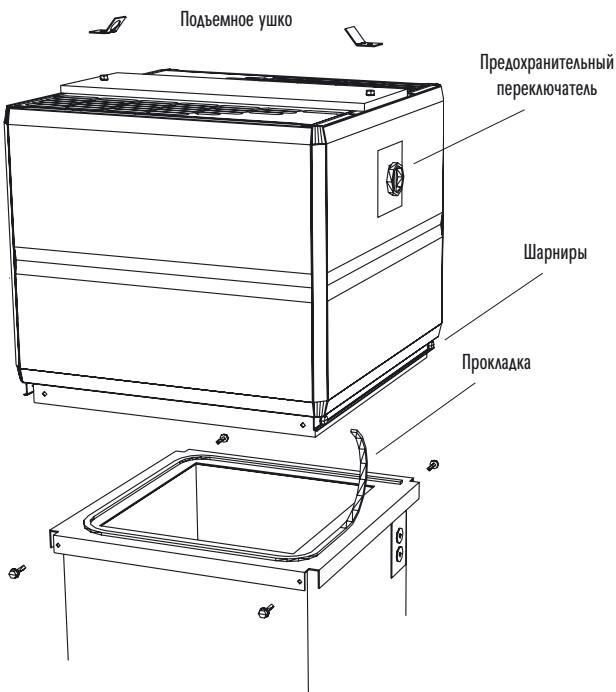

Рис. 1
- Установите, поставленное вместе с крышным вентилятором, уплотнение в верхней части крышной проходки согласно рис. 1.
- Установите крышный вентилятор STEF или STOF на крышную проходку. При установке вентилятора, воспользуйтесь специально предусмотренными для этого петлями. Рис. 1.
- переключатель безопасности и проходки через крышу для электрокабеля находятся с одной стороны. В соответствии с этим необходимо установить шарниры. Рис. 1